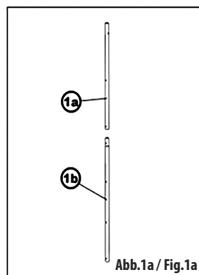
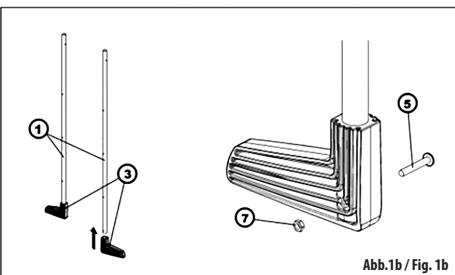

Abb.1a / Fig.1a
Abb.1b / Fig. 1b
Die unteren Füße (3) schieben Sie auf das richtige Ende (gemäß Öffnungen) der hinteren Holme (1). Sichern Sie diese mit entsprechenden Schrauben (5) und Muttern (7) (**Abb. 1b**). Bei geteilter Leiter für Pools 1,20 m verbinden Sie die oberen (1a) und unteren (1b) Holme (**Abb. 1a**).